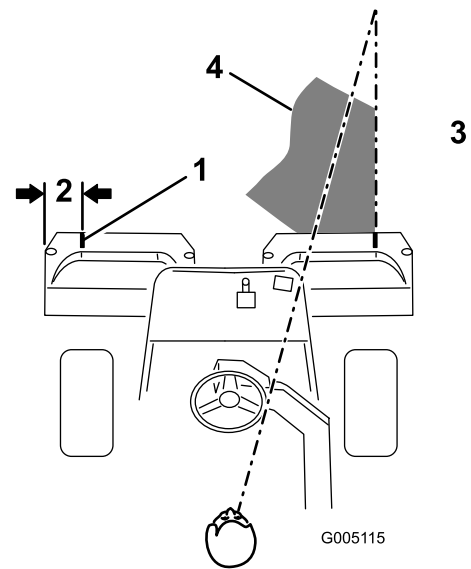
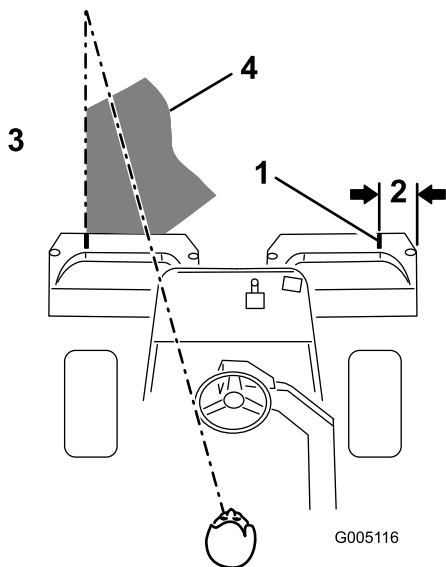

図 30
図 31
- その位置に白色テープか白ペンキで集草箱の縁と平行に目印を入れる 図 30。
- 行きと帰りでのオーバーラップができるだけ小さくなるように運転します。グリーン内をぶれずにきれいに直進し、刈り込みの済んだ列との距離を一定に保って走るためには、車体前方 1.8 から 3 m のところに視線を置いて、刈り込み済みの済んでいる列にラインを合わせるようにするのがコツです 図 30 および 図 31。ハンドルを目印にして距離を合わせても良いでしょう。その場合、ハンドルの縁と本機前方の目標ラインとを重ねて見ながら運転します(図 30 と 図 31)。